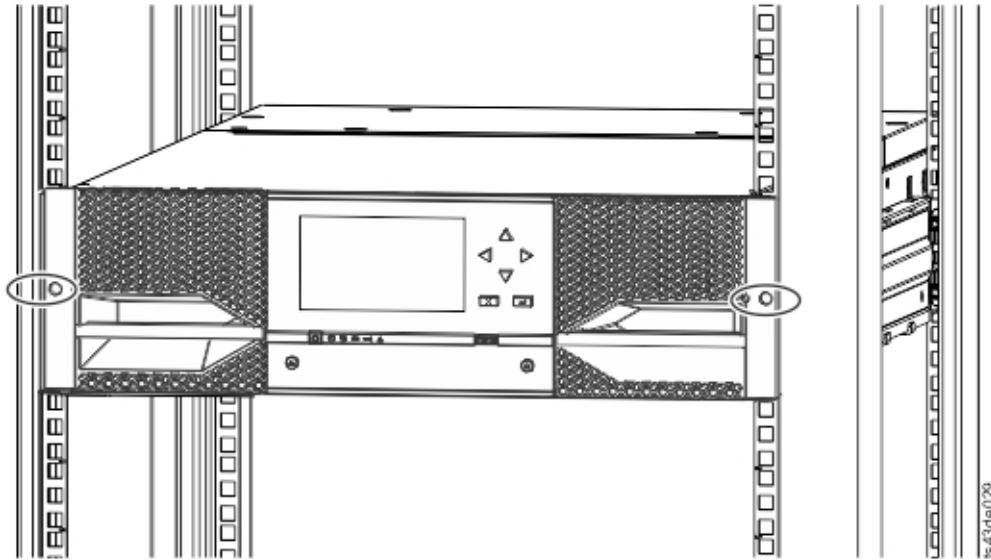

図 43. ラック内のライブラリー
5. プラス・ドライバーを使用して、モジュールをラック前面に緩やかにねじ留めします。ねじは各サイドに 1 つずつです。図 43 の丸で囲まれた領域を参照してください。